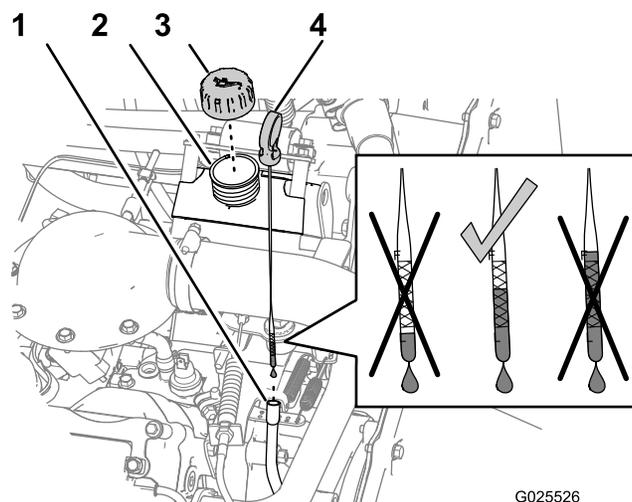

Figure 21
1. Retirez la jauge (Figure 21) et essuyez-la sur un chiffon propre.
3. Ressortez la jauge et contrôlez le niveau d'huile (Figure 21).
4. Si le niveau est trop bas, retirez le bouchon de remplissage (Figure 21) et ajoutez la quantité d'huile nécessaire pour amener le niveau au repère maximum de la jauge.
5. Remettez le bouchon sur le goulot de remplissage (Figure 21).
6. Enfoncez fermement la jauge dans son tube (Figure 21).